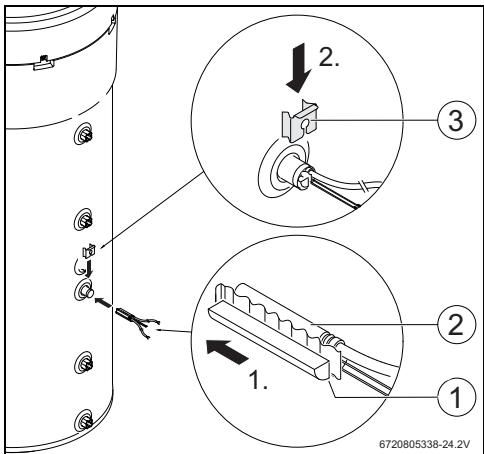

Rys. 10
- ▶ Usunąć podłączenie NTC do kotła (rys. 10, [1]).
- ▶ Do tych przyłączy na kotle podłączyć obie żyły dodatkowego kabla (rys. 10, [2]).